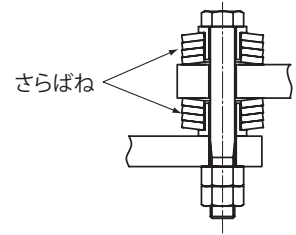
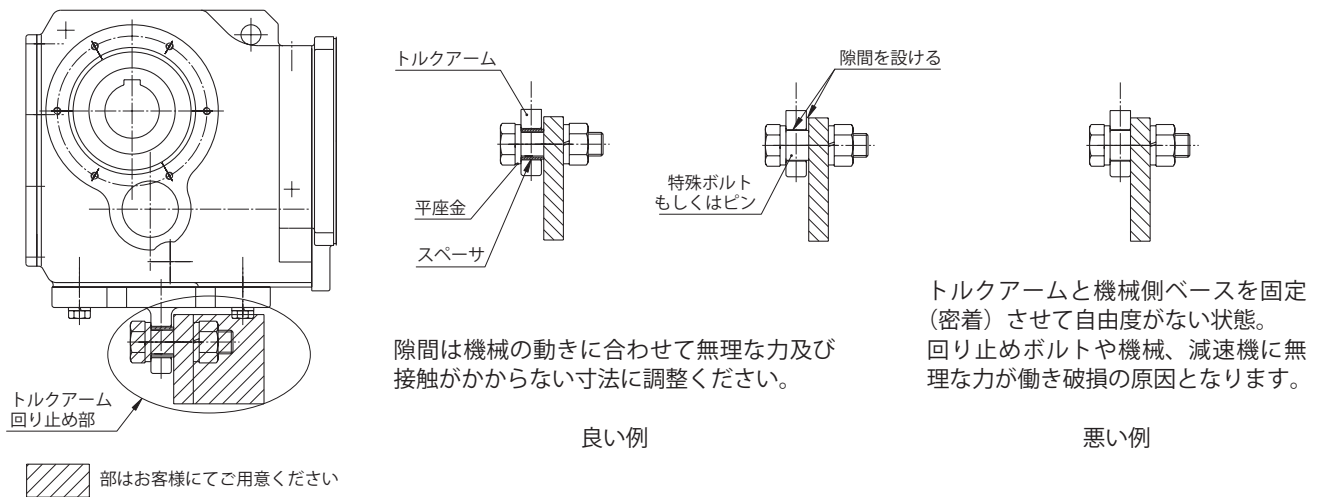

図 5-12 さらばね
図 5-13 回り止めの例 (アタッチメントタイプトルクアーム)
(4) トルクアーム(オプション)の取り付け
- ① トルクアームは、ケーシングの被動機械側に取り付けてください。
- ② トルクアームの回り止め部(図 5-13、5-14 参照)には、ケーシングと被動軸の間に余計な力がかからないように、自由度をもたせてください。(回り止め部はお客様にてご用意ください。)
- ③ 回り止めボルトなどでトルクアームを固定することは、絶対に行わないでください。
- ④ 始動・停止頻度が多い場合や正逆の繰り返し運転などの場合は、トルクアームと取付ボルト(またはスペーサ)の間に緩衝材としてさらばね(図 5-12 参照)を取り付け、衝撃を緩和するような処置をしてください。
- ⑤ ボルトは強度区分 10.9 (JIS B 1051) 以上のものを使用してください。
- ⑥ トルクアームを設置される際には、ボルトのゆるみ止めを必ず実施してください。(ばね座金やUナットの使用、ねじゆるみ止用接着剤の塗布など。)